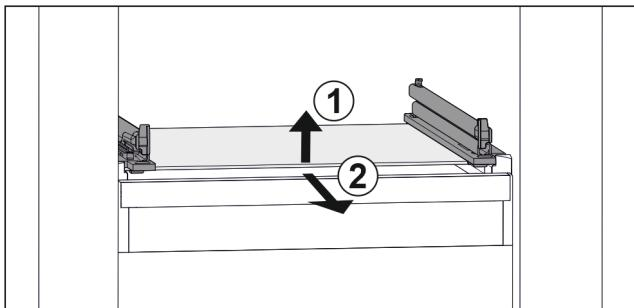

Fig. 46 Stikla plaukta piemēra attēlojums
- Paceliet stikla plauktu no priekšas. Fig. 46 (1)
- Izņemiet stikla plauktu virzienā uz priekšu. Fig. 46 (2)